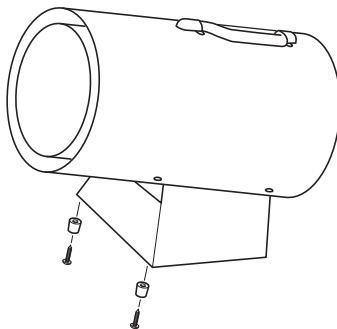

Figure 5 - Fixation de base Pieds
- Fixez le bas de base, comme le montre la Figure 5.
6. **40 000 BTU/h Modèles** Enfoncez le bouton du robinet de contrôle automatique et maintenez-le dans cette position (voir figure 5). Appuyez et relâchez le bouton d'allumage piézo-électrique (voir figure 5). Continuez d'appuyer sur le bouton d'allumage piézo-électrique jusqu'à ce que le brûleur s'allume. Une fois que le brûleur est allumé, maintenez le bouton du robinet de contrôle automatique enfoncé pendant 30 secondes, puis relâchez-le. Ceci met en marche le système de contrôle automatique.